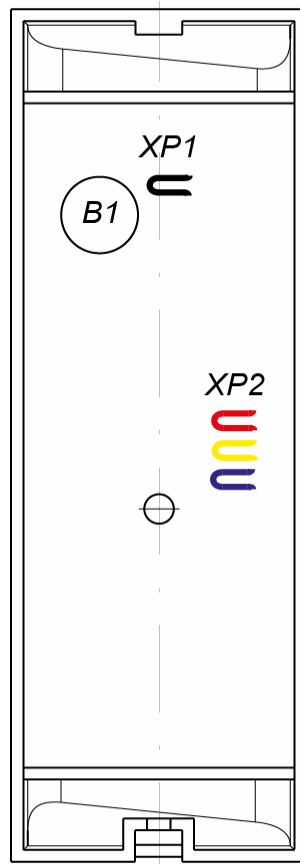

Рисунок 2. Расположение перемычек «номер считывателя» (XP2), перемычки «отключение концевого резистора» (XP1) и пьезоэлемента (B1)
Кроме того, на тыльной стороне считывателя расположены четыре перемычки проводом (см. рис. 2):
4. При помощи трех перемычек **XP2** (см. рис. 2) установите номер считывателя, для чего в соответствии с табл. 2 необходимые перемычки перекусите кусачками. Разрезанные перемычки не должны контактировать с другими перемычками и с металлическим основанием.
5. С целью предотвращения искажений сигнала на концах линии связи *RS-485* должны быть установлены концевые резисторы. В считывателе **PERCo-MR07.1** такой резистор предусмотрен конструктивно. Если устанавливаемый считыватель не является конечным устройством на линии связи, то на нем необходимо отключить концевой резистор, для чего перекусите перемычку **XP1** (см. рис. 2). Проверьте наличие концевых резисторов на реальных концах линии связи интерфейса *RS-485*.